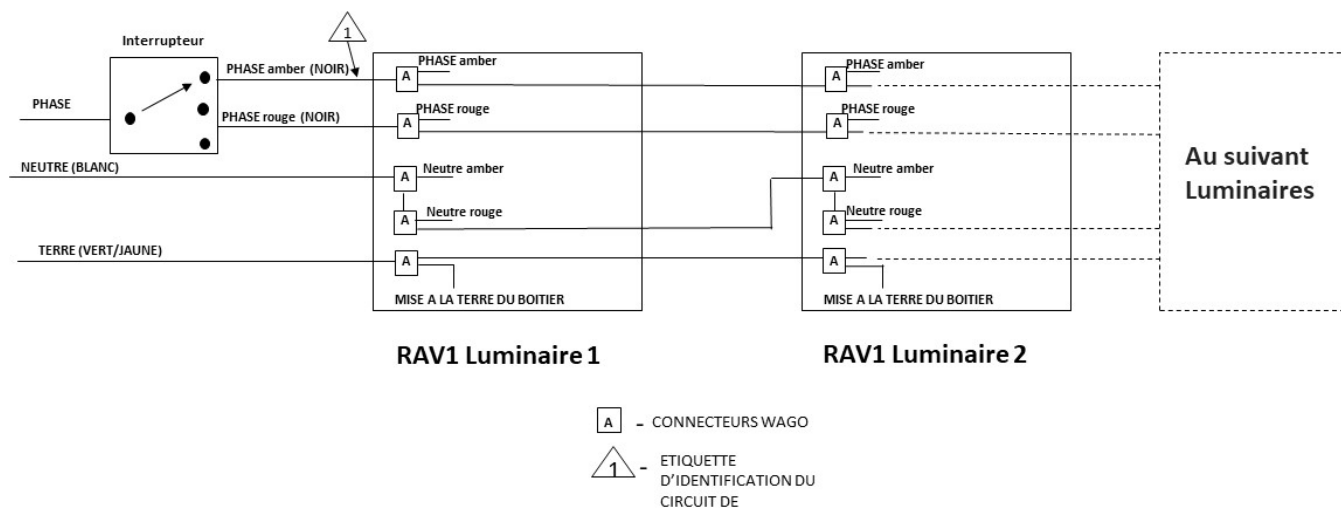

Figure 11. Schéma de câblage de plusieurs luminaires RAV1
4. L'interrupteur doit être adapté aux tensions comprises entre 120 et 277 VCA et à '0,5 A x nombre de luminaires connectés à l'interrupteur. L'interrupteur sert donc à commander un ou plusieurs luminaires. La figure 10 est un exemple d'interrupteur contrôlant 1 luminaire à 2 circuits et la figure 11 un exemple d'interrupteur commandant de multiples luminaires à 1 interrupteur.